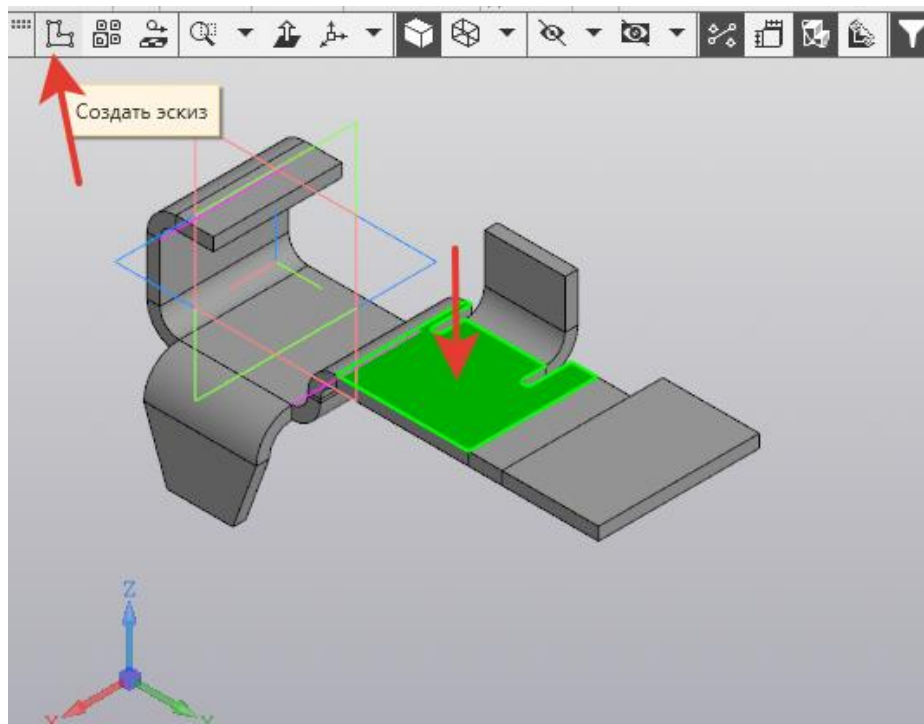

Рисунок 56.
21. Указать грань, на которой будет формироваться вырез, и создать  *Эскиз* (рисунок 56).